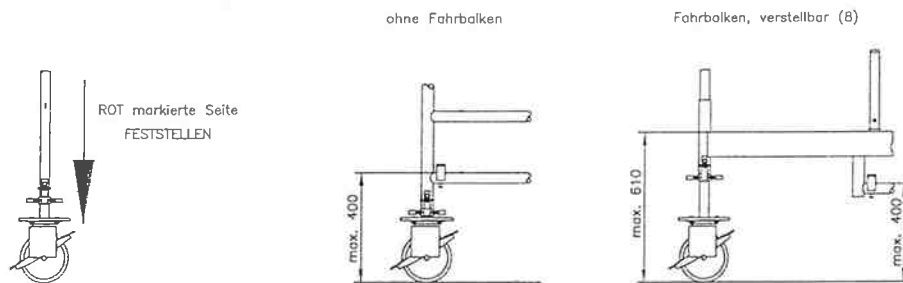

Bild 6a - Fahrrolle / max. Auspindelung ohne Einstiegsbelag
- ⇒ Die Fahrrollen (14) sind mit einem doppelseitigen Hebel zum Feststellen bzw. Lösen der Rolle versehen.
- ⇒ Die Fahrrolle (14) hat eine Tragfähigkeit von 11,9 kN und kann bei allen Gerüsttypen der Fahrgerüstreihe 46 zum Einsatz kommen.
- ⇒ Die an der Fahrrolle vorhandene Spindel dient dem Höhenausgleich und damit dem vertikalen Ausrichten des Gerüsts. Beim Auspindeln ist zu beachten, dass der Abstand der ersten Sprosse zum Boden nicht mehr als 400mm beträgt (Bild 6a).